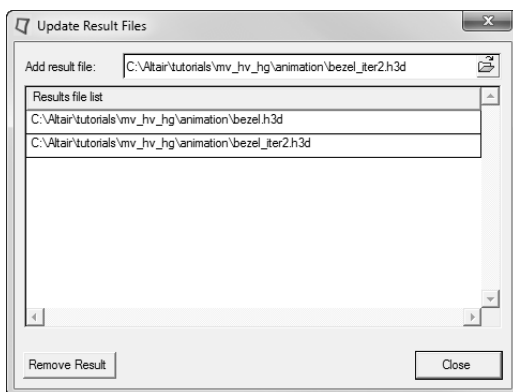

图 13-52 在 Update Result Files 窗口中加入结果文件
- (2) 单击 Result Files 按钮，从另一个文件中加入载荷步和模拟。
- (3) 在 Update Result Files 窗口中浏览并选择结果文件 bezel_iter2.h3d，如图 13-52 所示。